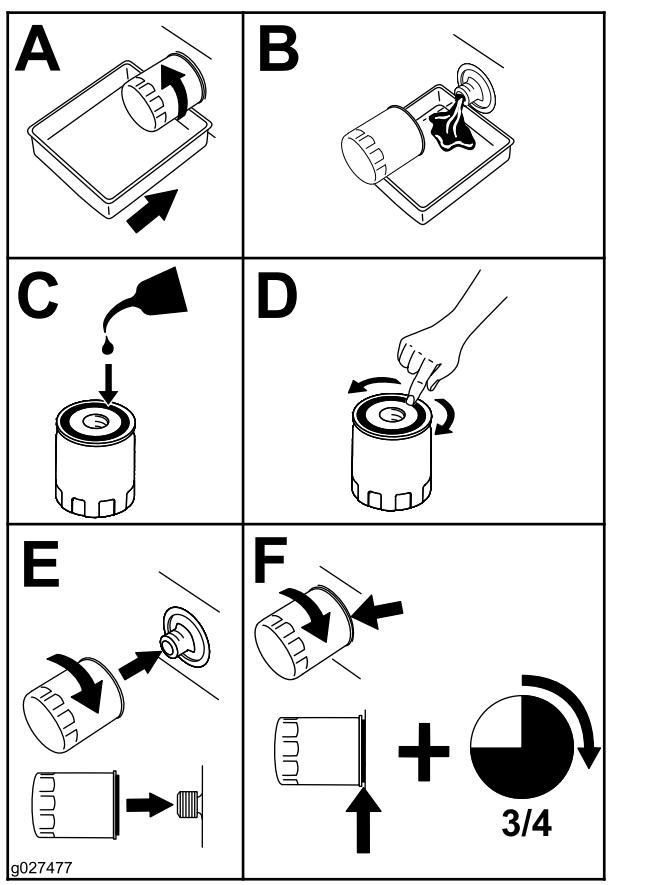

Figura 45
- Substitua o filtro do óleo do motor (Figura 45).